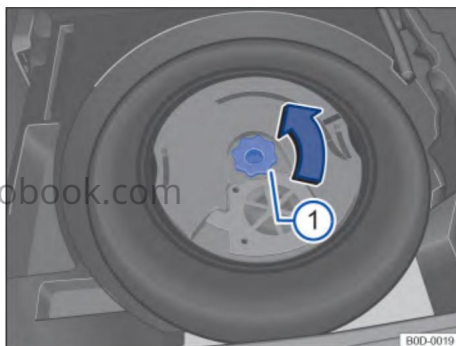

Рис. 158 Снимите сабвуфер.
– Отвинтить центральный маховик Рис. 158 1 в направлении
– Поворачивайте центральный маховик Рис. 158 1 на резьбовом штифте против направления стрелки, пока сабвуфер не будет надежно закреплен. –